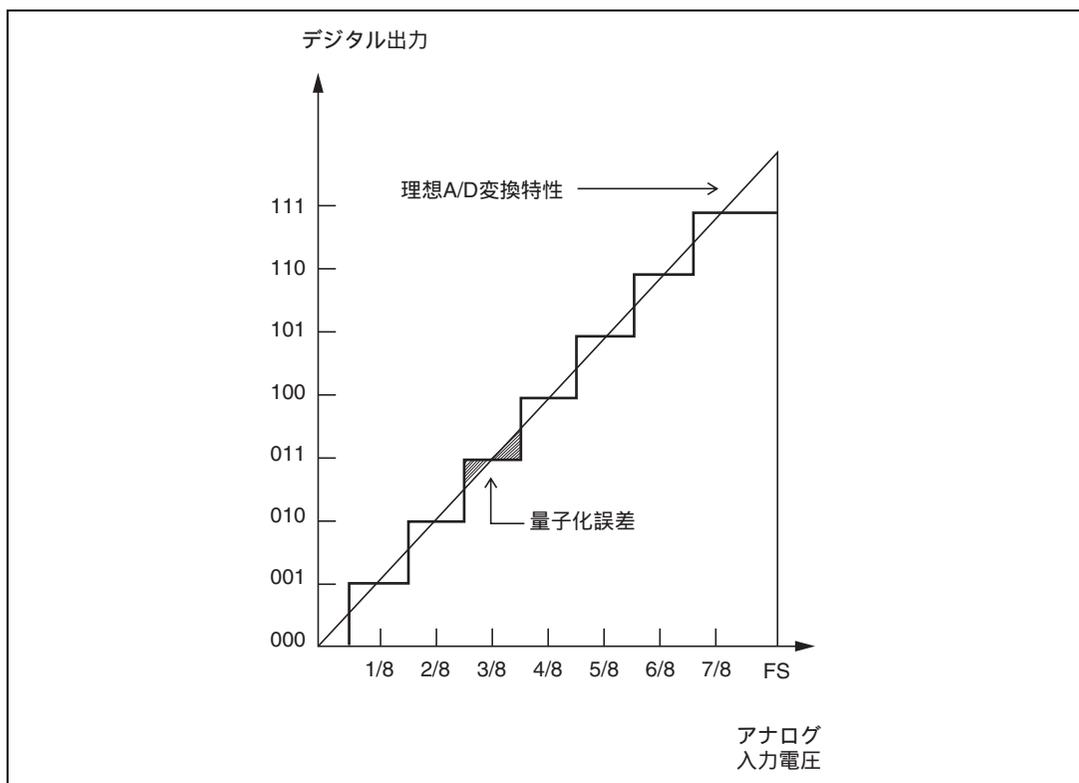

図 15.9 A/D 変換精度の定義 (1)
- 量子化誤差.....A/D 変換器が本質的に有する偏差であり、 $1/2\text{LSB}$  で与えられる(図 15.9)。